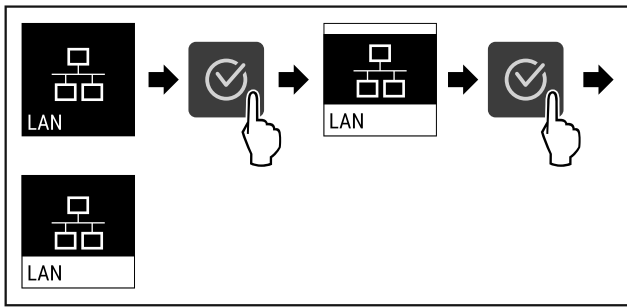

Fig. 91
- ▶ Handlungsschritte (siehe Fig. 91) durchführen.